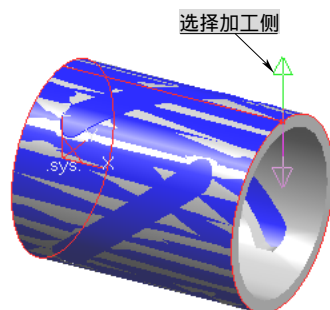

图 8-226 选择加工侧
6) 系统接着提示“选择加工侧”，同时在圆柱体表面又出现了一对背向箭头，选择如图 8-226 所示的加工侧。